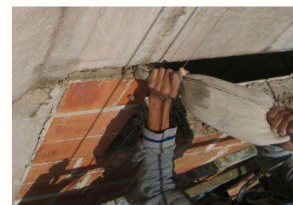

FIGURA 16 - UTILIZAÇÃO DE BISNAGA DE BICO CHATO PARA FIXAÇÃO DA ALVENARIA
- Após a execução do chapisco, também deverá ser feito o mapeamento em uma planilha disponibilizada em projeto, onde deverão ser feitas as medições e anotações. Deverá ser feito o mapeamento de todos os arames, considerando por andar, um ponto na estrutura e outro na alvenaria, conforme exemplifica a figura 16;